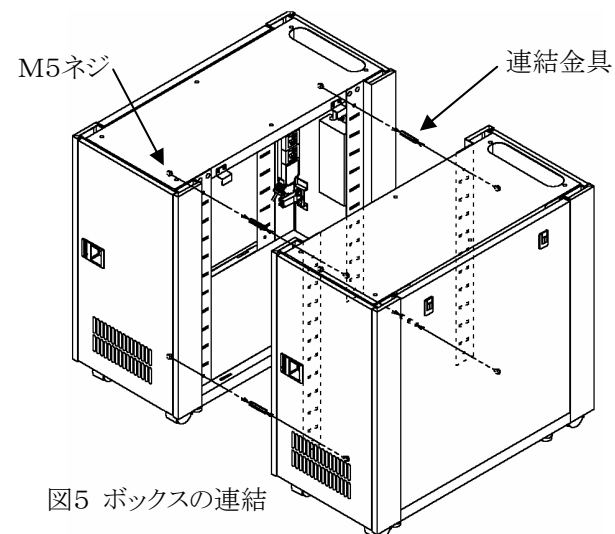
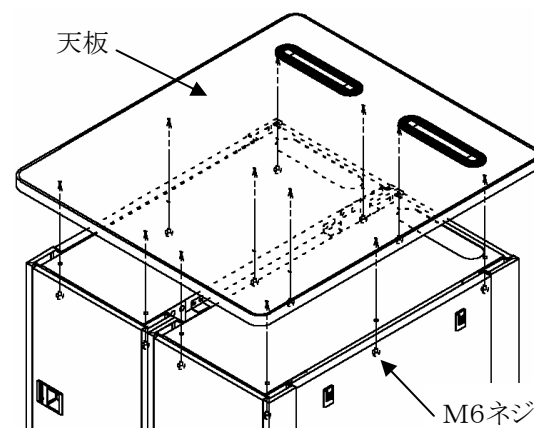

図5 ボックスの連結
図6 天板の取付け
- ② 連結金具を棚取付け用のスリットがあいている面の上下前後4箇所の穴にM5ネジにて固定します。(図5)
- ③ 連結するボックスを横にくっつけてM5ネジにて固定します。このとき前面と高さをなるべく合わせてください。
- ④ 天板を載せてM6ネジにて固定します。(図6)